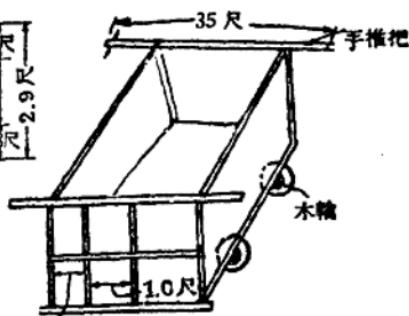

图 4 斗車側面圖
1. 斗車底：長 6 市尺，寬 2.9 市尺，最好选用桑木、櫟木、黃棟、椿木等，前撑与后撑距 2.9 市尺，前后軸距为 2.04 市尺，下設置 4 个木輪(如图 3、图 4)。